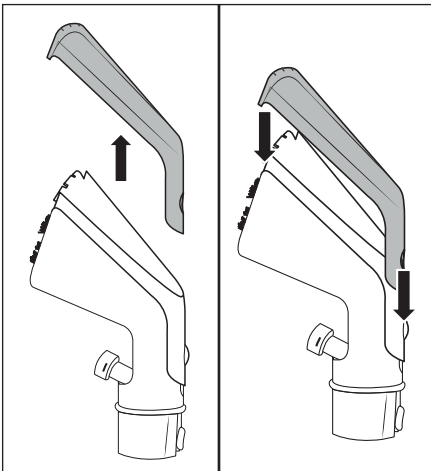

Fig. 9
- Tryk på låseknappen 24 til afdækningen til rengøringstilbehøret 23 til polstermundstykket 22, og tag afdækningen til rengøringstilbehøret 23 af (se fig. 9).
- Sæt afdækningen til rengøringstilbehøret 23 på polstermundstykket 22, og skub den ned, indtil låseknappen 24 går helt i indgreb i polstermundstykket 22 (se fig. 9).